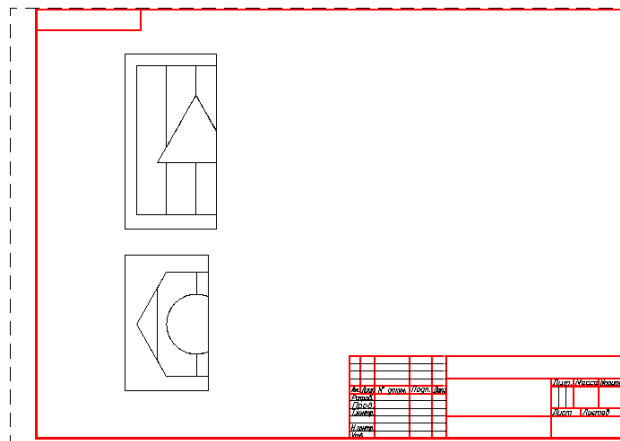

Рис.5.17
- g) завершить команду нажатием клавиши **Enter** (рис.5.17).